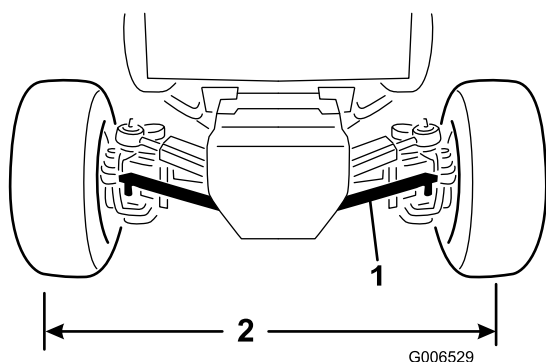

Figura 66
acoplamiento al soporte ubicado en el eje, y separe la rótula del eje (**Figura 66**).
3. Enrosque o desenrosque la rótula de la barra de acoplamiento hasta que la distancia de centro a centro entre las ruedas traseras, por delante y por detrás, sea la misma (**Figura 66**).